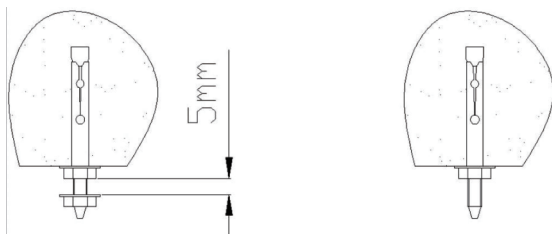

图 5
4、根据记好的孔位置，用冲击钻打出 4 个 $\phi 10 \times 80$ 的孔，将膨胀螺丝打入天花板，并用扳手拧紧螺丝。然后，将下端的螺母松出使垫片与上螺母的距离为 5mm 左右。并将另侧 2 个膨胀螺丝螺母及垫片都取下（如图 5 所示）。